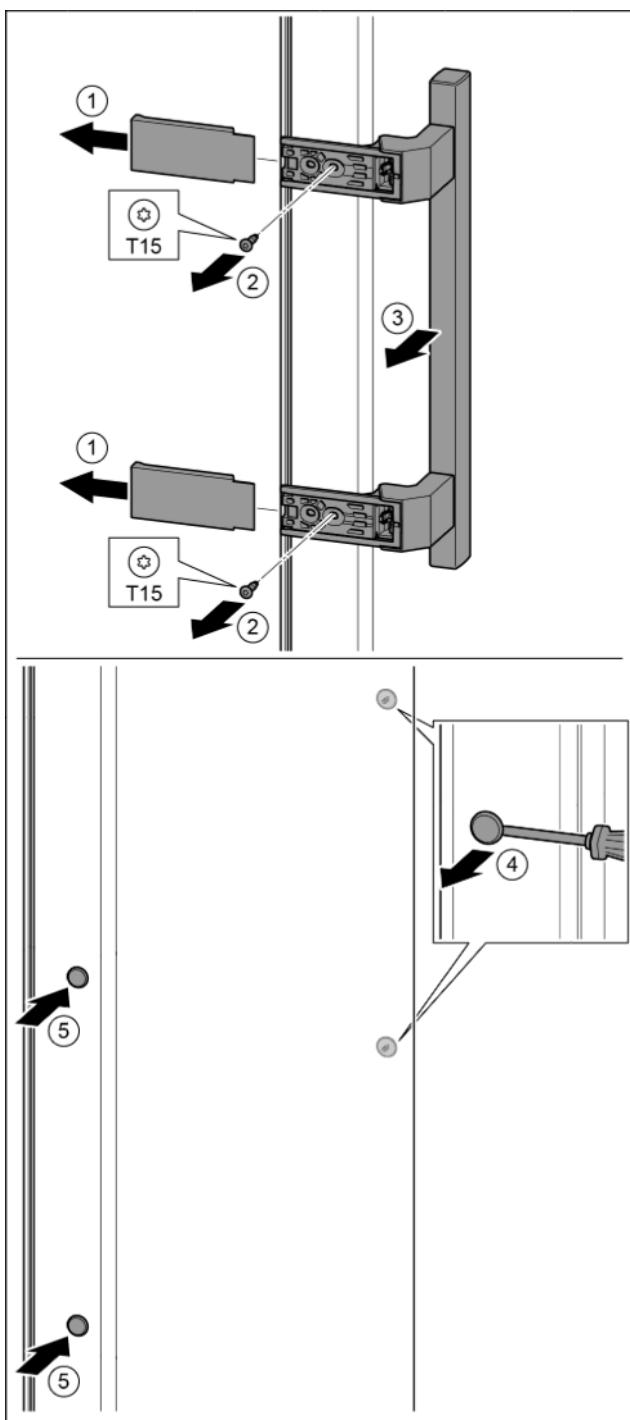

Fig. 16
- Зніміть кришку. Fig. 16 (1)
- Викрутіть гвинти за допомогою викрутки T15. Fig. 16 (2)
- Зніміть ручку. Fig. 16 (3)
- За допомогою шліцевої викрутки обережно підійміть бокову пробку та витягніть її. Fig. 16 (4)
- Знову вставте пробку з іншого боку. Fig. 16 (5)